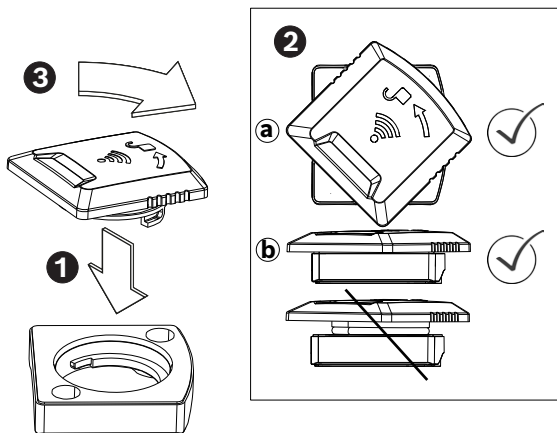

Abb. 2: Montage des VT-ZBT-1-1X
5. Montieren Sie den VT-ZBT-1-1X, siehe Abb. 2.